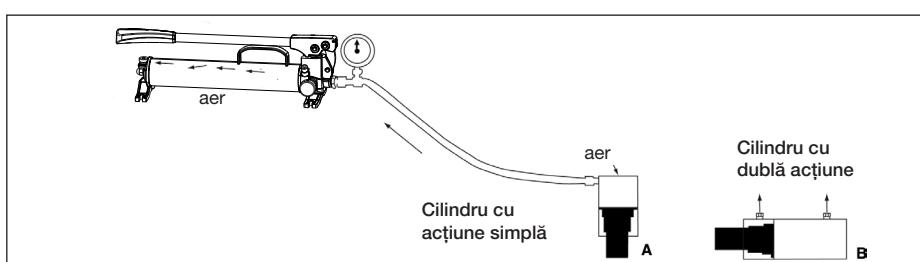

Figura 11, Eliminarea aerului
3. Poziționați pompa în poziție orizontală la o înălțime mai mare decât cilindrul. Vizualizați Figura 11.
2. Poziționați pompa în poziție orizontală la o înălțime mai mare decât cilindrul. Vizualizați figura 11.